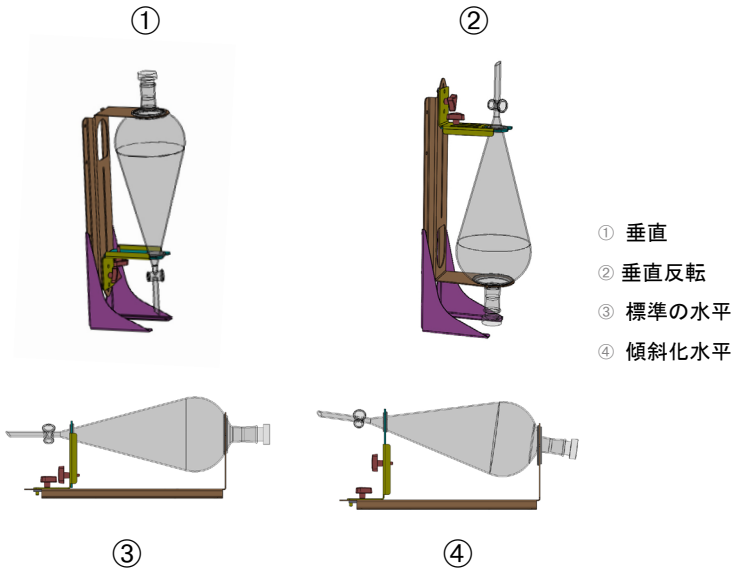

図 95: 分液ロートクランプの取付位置
1. 図 95の①および②に示すように、分液ロートクランプを垂直の取付台の長い方の端に取り付けます。